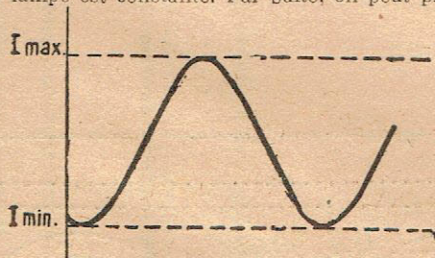

Fig. 3
M.M. Fig. 3
Pour une certaine tension alternative appliquée à la grille, I_p variera suivant une loi sinusoidale, comme le montre la figure 3. La puissance alternative dans R_x sera proportionnelle à $(I_{\max} - I_{\min})^2 R_x$. Or, $I_{\min}$ est très petit ; on peut donc dire que la puissance alternative est proportionnelle à $(I_{\max})^2 R_x$.